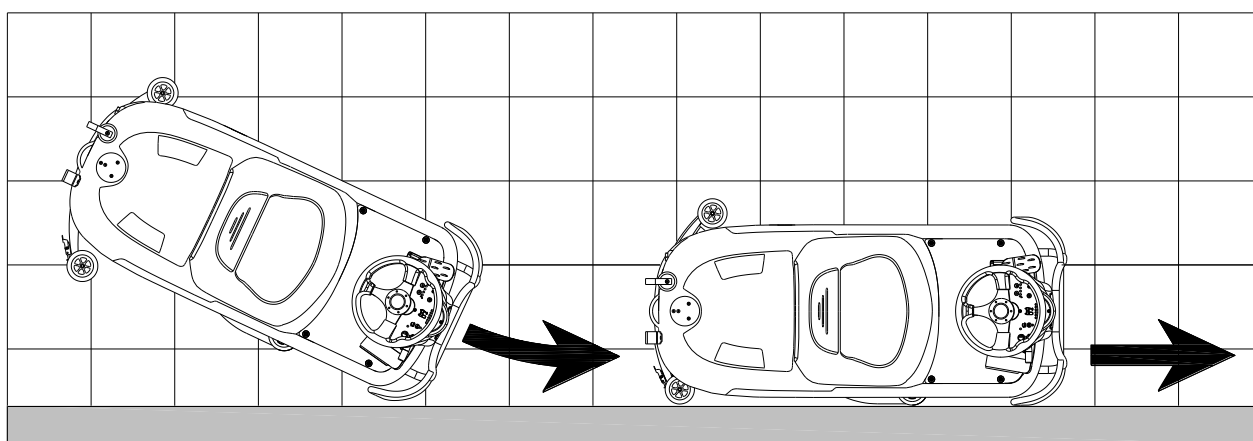
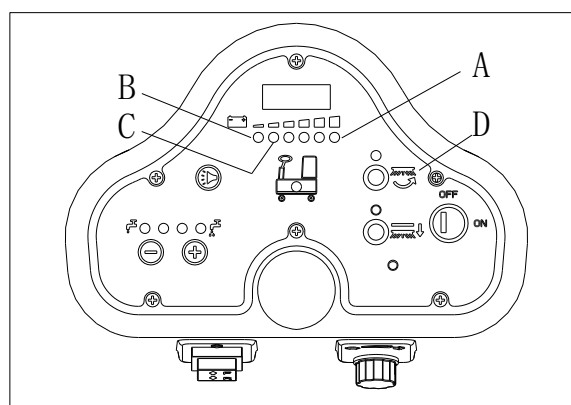

Figure 11
Figure 12
Pour un brossage / séchage correct du sol aux côtés des murs, nous suggérons d'aller près des murs avec le côté droit (côté de la roue parechoc) de la machine, comme indiqué ci-dessous dans la Figure 11.
Quand le voyant vert (A, Figure 12) est allumé, les batteries ont assez de puissance pour que la machine fonctionne normalement ; quand tous les voyants verts s'éteignent, le voyant jaune (C, Figure 12) est allumé, la puissance des batteries est trop faible, veuillez charger les batteries ; quand le voyant rouge (B, Figure 12) clignote, les batteries sont épuisées, le moteur d'aspiration et le moteur de la brosse s'arrêtent automatiquement dans un délai de quelques secondes, veuillez conduire immédiatement la machine pour le chargement des batteries.
Si le système d'aspiration s'éteint accidentellement (par exemple, lorsque le flotteur est activé en raison d'un mouvement soudain de la machine), pour reprendre l'opération: désactiver le système d'aspiration en appuyant sur le commutateur (D, Figure 12), puis retirer le couvercle (A, Figure 11) et vérifier que le flotteur à l'intérieur de la grille (B) a baissé jusqu'au niveau de l'eau. Ensuite, remettre le couvercle (A) et mettre le système d'aspiration en appuyant sur le commutateur (D, Figure 12).
2. Soulever la plate-forme de la brosse/du plateau support disque (H, Figure 12) en appuyant sur la pédale (G).
3. Soulever l'embouchure avec le levier (H).
5. Vider le réservoir d'eau de récupération avec le tuyau (D). Ensuite, rincer le réservoir avec de l'eau propre.